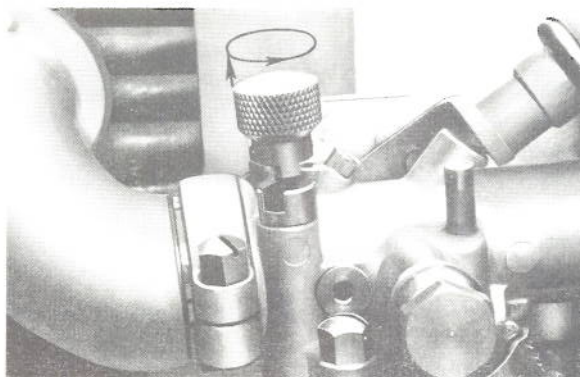

Fig. 3
- C) Ouvrir le starter du carburateur: soulever le bouton et le mettre hors de son encoche. (Voir fig. 3.)